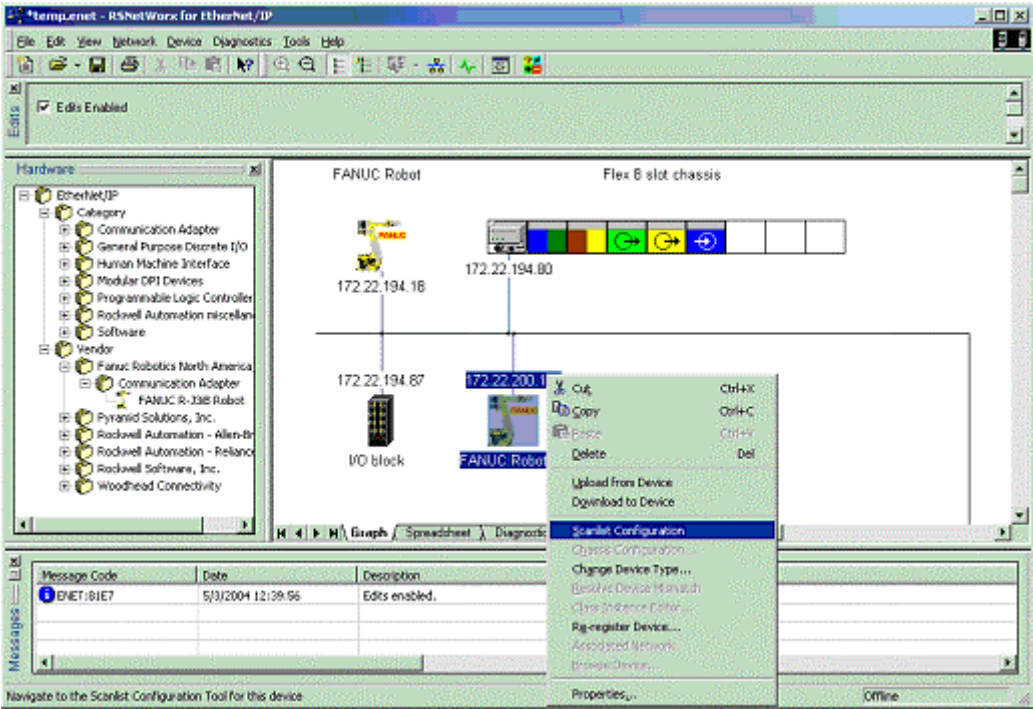

图 A.2 扫描清单设定画面
6. 右键点击机器人图标，选择 Scanlist Configuration(扫描列表配置)。显示如下所示的画面。(图 A.2)